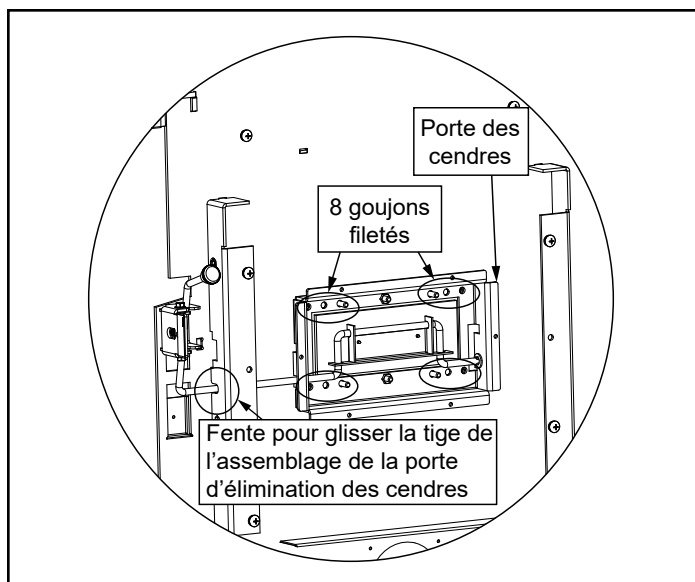

Figure 18.3
7. Installez la porte à cendres en glissant de biais la tige dans la fente sur le côté gauche (**Figure 18.3**).
8. Glissez la porte à cendres sur les 8 vis sortant du fond de l'appareil. Fixez les écrous et les rondelles en utilisant une clé à douille 7/16 (**Figure 18.3**).
7. Installez la porte à cendres en glissant de biais la tige dans la fente sur le côté gauche (Figure 18.3 à la page 18).
8. Glissez la porte à cendres sur les 8 vis sortant du fond de l'appareil. Fixez les écrous et les rondelles en utilisant une clé à douille 7/16 (Figure 18.3 à la page 18).